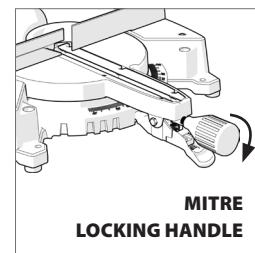

Abb. 3b
- Den Gehrungssarretiergriff im Uhrzeigersinn drehen, um ihn in Eingriff zu bringen und den Griff in den Arretiermechanismus zu ziehen. (**Abb. 3b**)